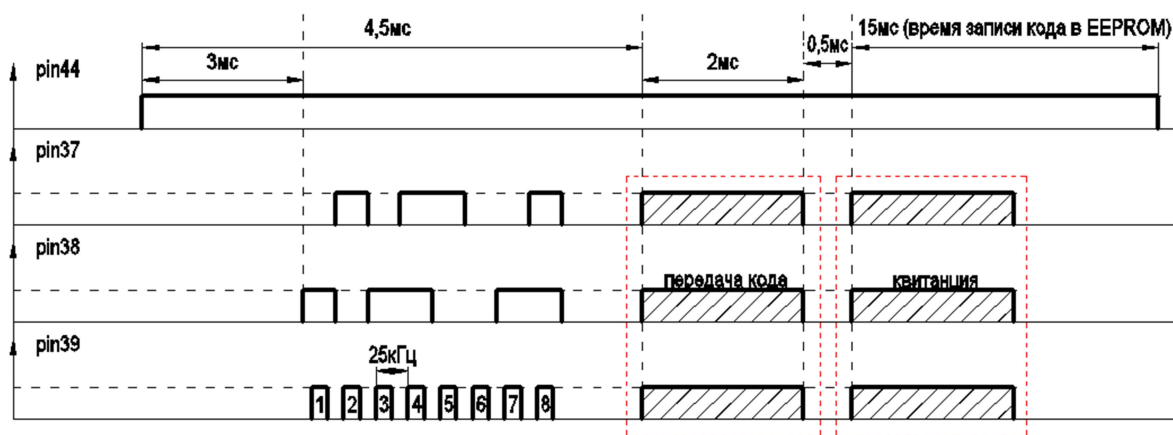

Рисунок 3 - Временная диаграмма записи полученной информации в EEPROM при UPR5=0.
– уровень логической единицы на входе UPR5 – кодовая посылка (заданное время) производится после формирования фиксированного байта данных на выходах MST0, MST1, MST2 микросхемы, рисунок 3.